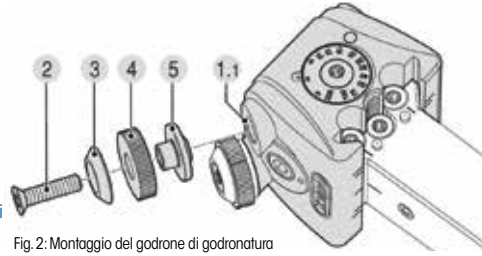

Fig. 2: Montaggio del godrone di godronatura
Per il montaggio o la sostituzione dei godroni di godronatura (fig. 2, pos. 4) allentare completamente la vite a testa svasata (fig. 2, pos. 2) e rimuovere il godrone di godronatura insieme alla rondella di copertura (fig. 2, pos. 3). Infine inserire il nuovo godrone di godronatura e la rondella di copertura sulla boccia scorrevole (fig. 2, pos. 5) e fissare all'alloggiamento (fig. 2, pos. 1.1) riavvitando la vite.